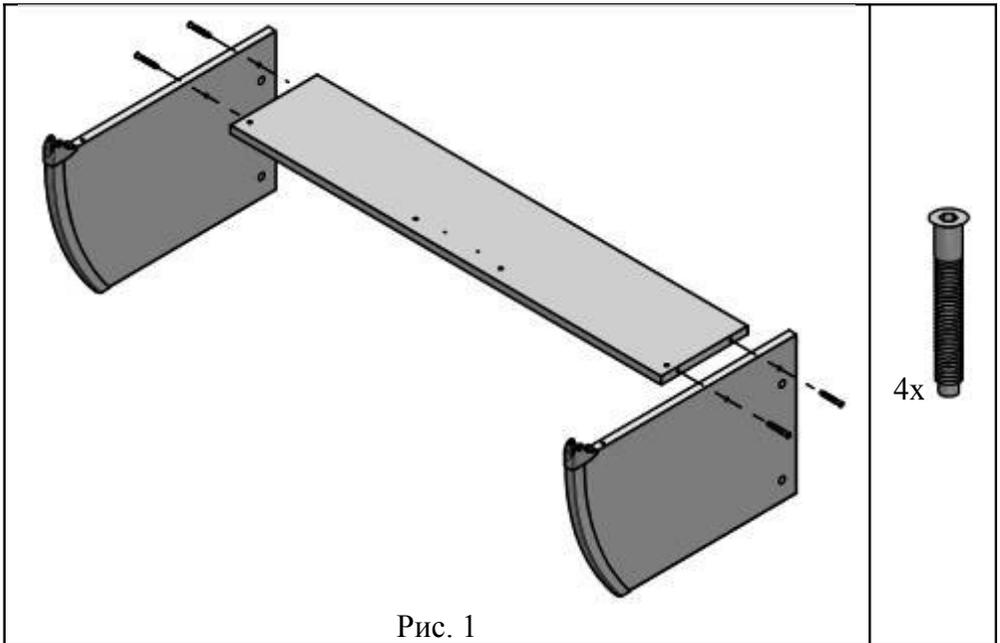

Рис. 1
4.1.1. К полке (поз. 3 упаковочное место 1) прикрутить с помощью винтов конфирмат (поз. 1 пакет №3) стенку боковую (поз. 1 упаковочное место 1). (См. рис. 1)